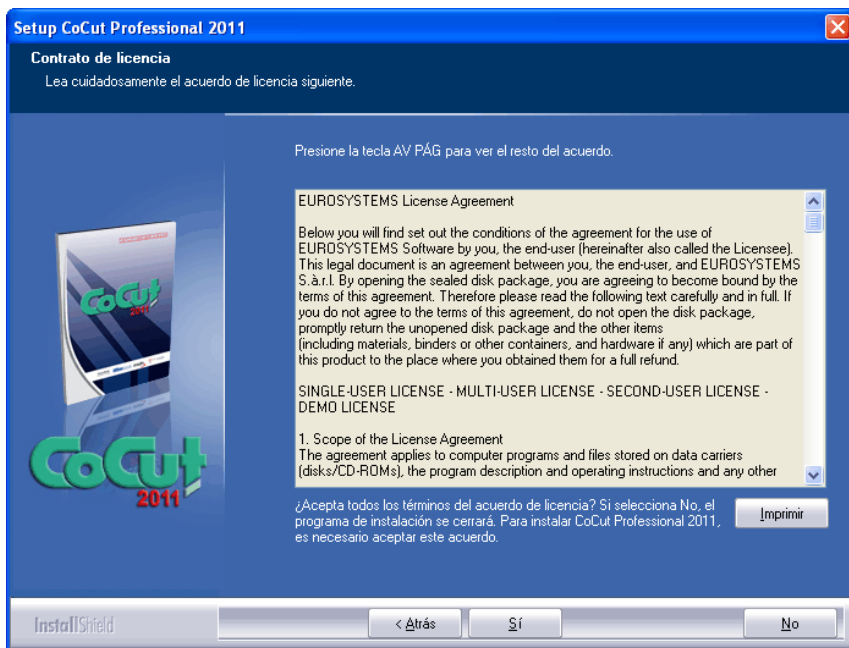

Fig. 1.1-2: Contrato de licencia de Software EUROSYSTEMS
Poner el disco compacto (CD) en la correspondiente unidad de disco. Después de poco tiempo aparecerá una ventana con el título **EUROSYSTEMS Setup**. Seleccionar CoCut Professional XT del campo **Producto**. Arrancar la instalación a través del botón **Instalar**. Al confirmar las condiciones del contrato de licencia de EUROSYSTEMS (véase Fig. 1.1-2) se arrancará la instalación.